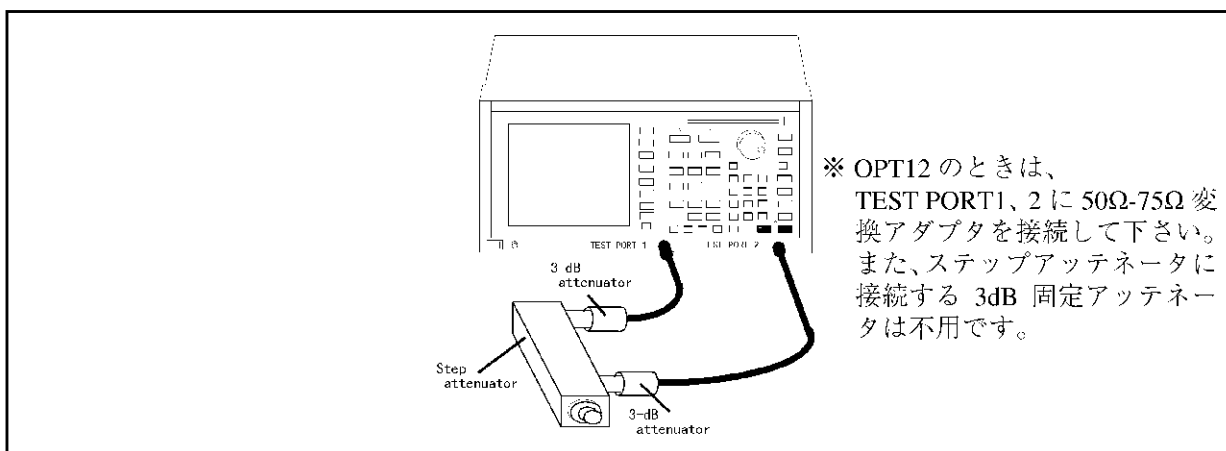

図 10-31 TEST PORT 2 のダイナミック・レベル確度測定接続
- (1) 2 個の 3dB 固定アッテネータ、ステップ・アッテネータを 2 本の RF ケーブルを使用して、TEST PORT 1-TEST PORT 2 間を図 10-31 のように接続します。